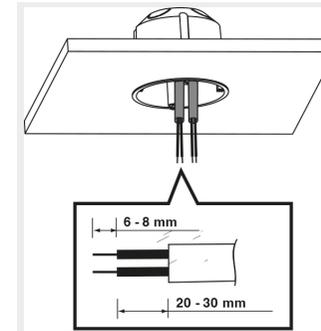

ABB. 6
- Ziehen Sie das Kabel aus dem Lampenanschluss und entfernen Sie die Isolierung auf 6 bis 8 mm vom Kabel (siehe ABB. 6).